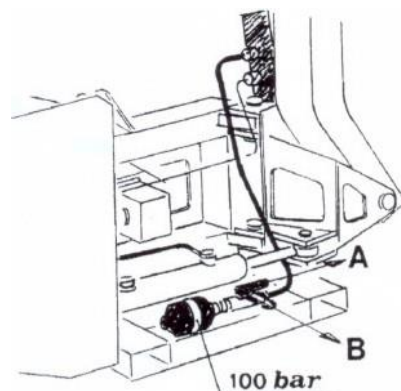

РИС. 28
Машина оснащена гидравлической подвеской на плечах. Это особенно подходит для работы на неровной поверхности. Это дает возможность более легко следить за профилем земли. Для подвески оружия откройте кран (рис.28), повернув рычаг в положение А. Чтобы исключить влияние подвески рычага, закройте кран, поворачивая рычаг до В.
**ЗАМЕТКА:** Для включения гидравлической подвески кронштейнов, см. Рис. 28, раздел 6.1.1. It
**ПРИМЕЧАНИЕ.** Чтобы включить гидравлическую подвеску кронштейнов, см. Рис. 28, раздел 6.1.1.